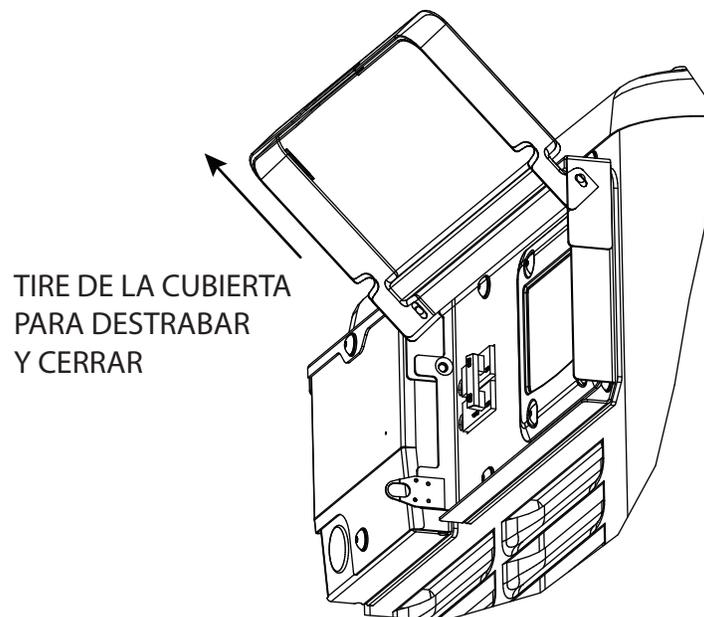

Figura 3-2: Cierre de la tapa del tablero de control
La interfaz de usuario incluye siete (7) LED, que indican las alarmas, advertencias y acciones de mantenimiento que deben efectuarse del generador. Vea en la Figura 3-2 y en la tabla siguiente los detalles de cada indicación.